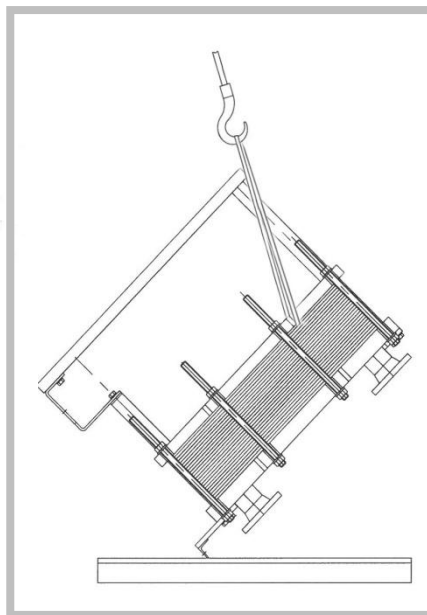

Figura 26
3. Sollevare lentamente l'SCP dal pallet in corrispondenza del baricentro (Figura 26). Attenzione: gli strumenti di fissaggio devono essere saldamente ancorati e inseriti negli occhielli.